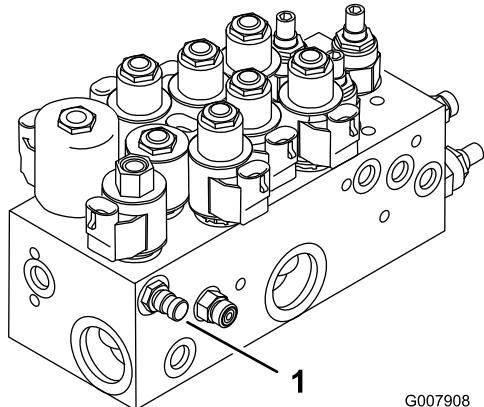
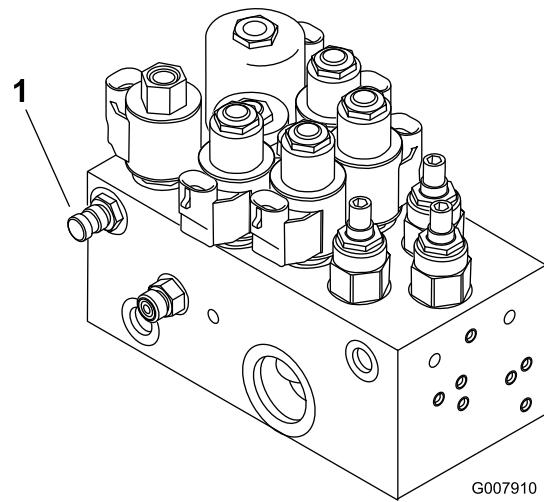

図 79
図 80
1. テストポート図79と図80は昇降シリンダの故障探究用です